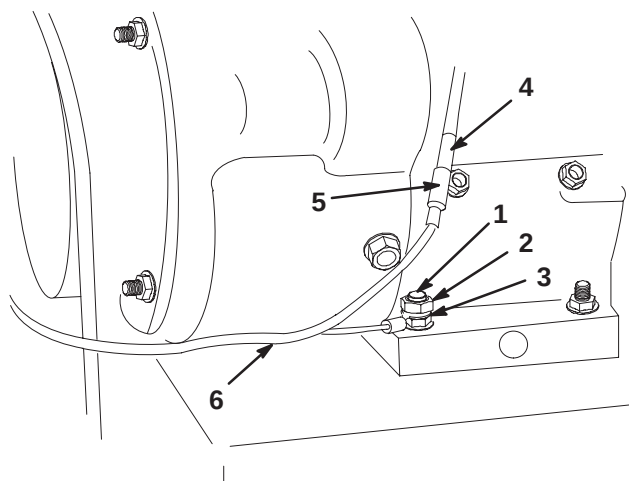

Figure 1
1. Fixez la cosse en anneau du faisceau de câble au boulon de montage arrière droit du moteur au moyen d'un contre-écrou à collerette dentelée fourni avec le kit (Fig. 1).
Remarque : Placez la cosse en anneau de manière que le faisceau de câblage soit acheminé vers l'arrière de la déneigeuse (Fig. 1).
2. Retirez la gaine en caoutchouc du connecteur de l'alternateur qui pend au-dessus du démarreur électrique (Fig. 1).
3. Fixez solidement le connecteur du faisceau de câblage au connecteur de l'alternateur (Fig. 1).